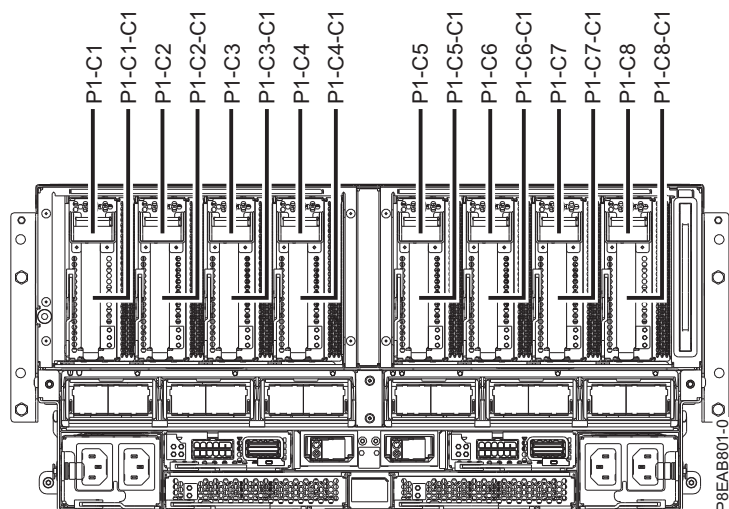

Figura 13. Ubicacions de les ranures d'adaptadors PCIe al sistema
1. Determineu la ranura on voleu instal·lar un adaptador PCIe. Les ranures de l'adaptador PCIe són a la part posterior d'un sistema. A la Figura 13 es mostren els codis d'ubicació de l'adaptador PCIe.